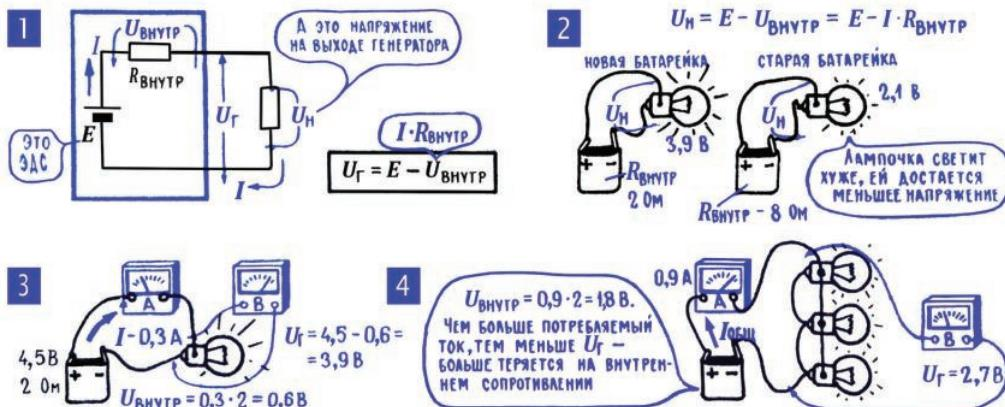

Рис. 4.10. Переход от ЭДС генератора к напряжению
**9. Чем больше потребляемый ток, тем меньше напряжение на выходе генератора.** Внутреннее сопротивление генератора  $R_{\text{внутр}}$  – такой же элемент цепи, как и все остальные. И на нем так же, как и на других участках, создается какое-то напряжение (рис. 4.10). При этом всей внешней цепи теперь уже достается напряжение несколько меньшее, чем ЭДС, меньшее как раз на величину внутреннего падения напряжения. Если увеличится потребляемый от генератора ток, то в полном согласии с законом Ома увеличится и внутреннее падение напряжения в генераторе, а значит, уменьшится напряжение  $U_r$  на выходе генератора (рис. 4.10; 3, 4). Чтобы изменение нагрузки как можно меньше влияло на выходное напряжение генератора, его внутреннее сопротивление стараются свести к минимуму.
Кстати, напряжение на выходе батарейки уменьшается и при ее старении, так как со временем увеличивается  $R_{\text{внутр}}$  (рис. 4.10; 4).